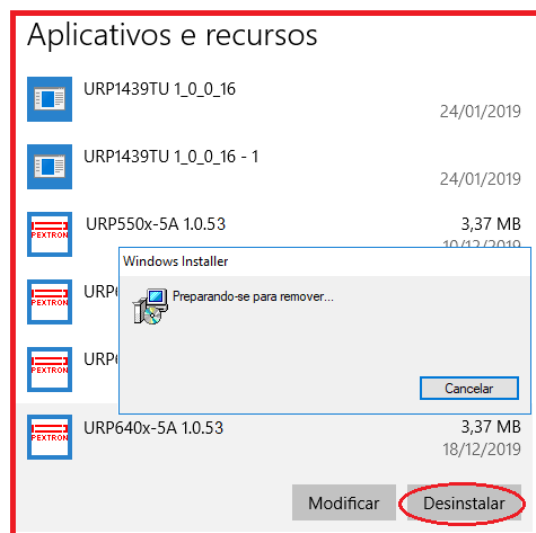

Figura 3.23: Ilustrativo- Removendo o aplicativo URP640x\_5A\_1.0.xx para atualização de versão.
d) Desinstalando o programa aplicativo (figura 3.23).